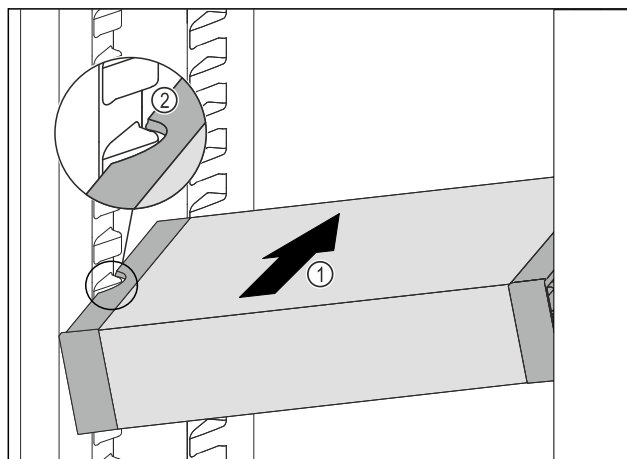

Fig. 175
- Zasuňte VarioSafe do chladničky pod úhlem tak Fig. 175 (1), aby vybrání na bocích Fig. 175 (2) VarioSafe byla na úrovni žebrování na nádoby v chladničce.